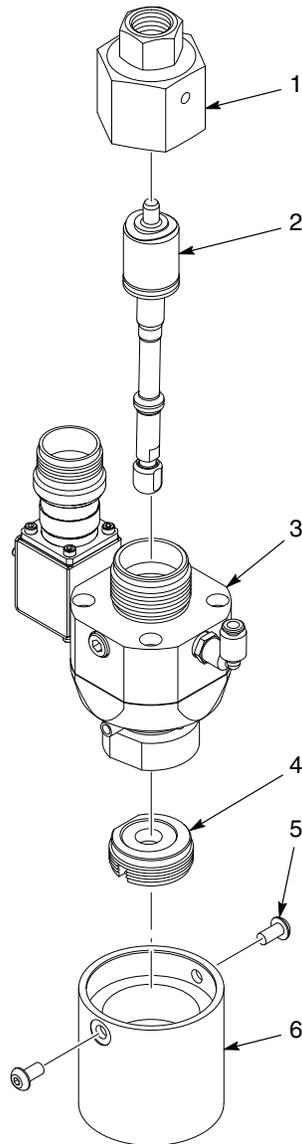

Figura 11 Sostituzione del ritegno del cuscinetto e del motore
2. Vedi figura 11.
1. Vedi figura 11.
Vedi figura 11.